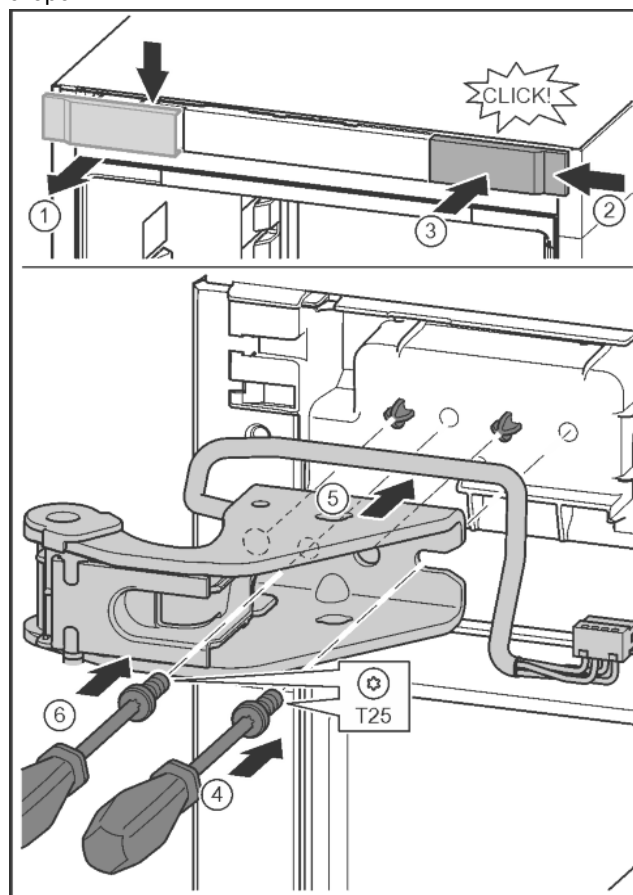

Fig. 33
- ▶ Отпустить крышку и снять сбоку. Fig. 33 (1)
- ▶ Навесить крышку, повернув ее на 180°, справа с другой стороны. Fig. 33 (2)
- ▶ Крышку зафиксировать. Fig. 33 (3)
- ▶ Установить винт отверткой T25. Fig. 33 (4)
- ▶ Установить верхний опорный кронштейн. Fig. 33 (5)
- ▶ Затянуть винт. Fig. 33 (4)
- ▶ Вставить и затянуть винт отверткой T25. Fig. 33 (6)